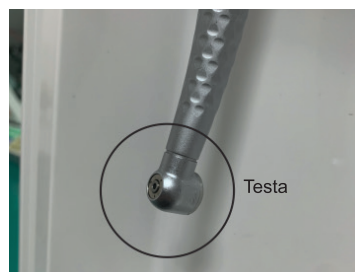

Figura 10
3. Durante l'installazione, "ruotare il jack del manipolo angolato verso il coperchio dello sportello e chiudere con attenzione il coperchio dello sportello (come mostrato nella Figura 10)